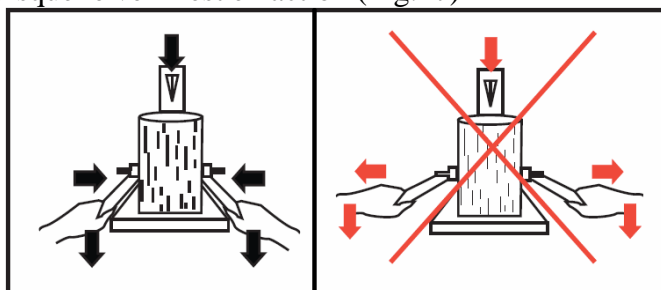

Fig.17 : c) Tenir fermement les leviers de contrôle
- c) Tenez la bûche en maintenant fermement les leviers de contrôle (Fig.17)
Ne jamais ouvrir les supports de bûches lorsque le vérin est en action (Fig.17)